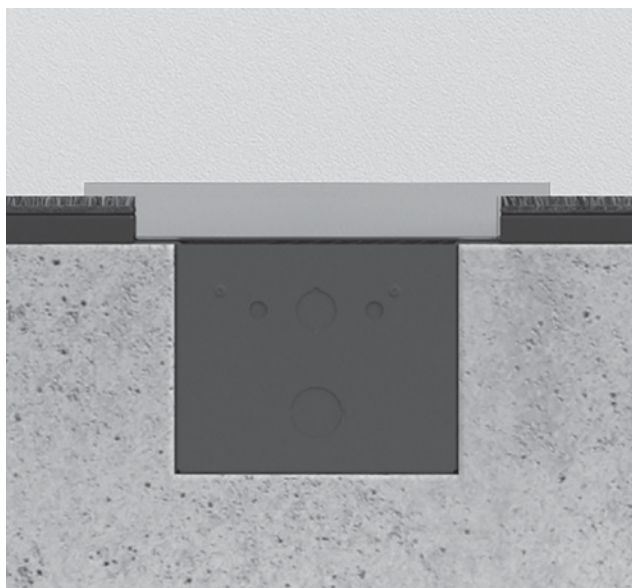

Figure 5B : Coulage de béton - Grille de surface
- Montage en surface : l'ensemble de garniture peut reposer sur le dessus du plancher, y compris la moquette et le linoléum. Voir figure 5B.